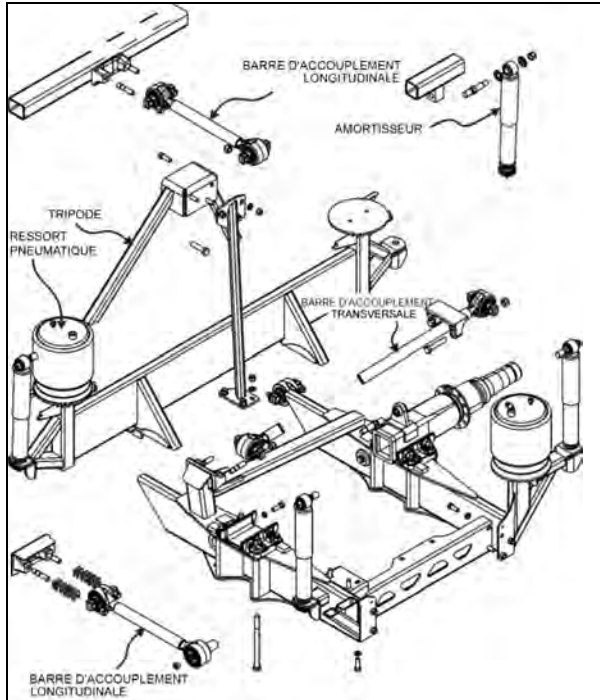

FIGURE 35 : ESSIEU MOTEUR, DÉTAILS DE LA SUSPENSION ARRIÈRE
4. Sur le montage inférieur, veillez à poser les joints de caoutchouc avec le côté large du trou conique comme illustré dans Figure 35.